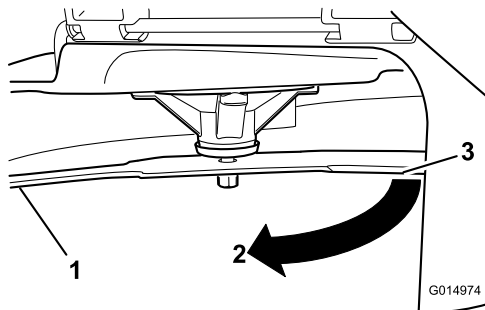

Figura 91
3. Segunda distancia medida entre cuchilla y superficie (B)
4. Gire la misma cuchilla 180 grados de manera que el otro extremo esté en la misma posición (Figura 91).